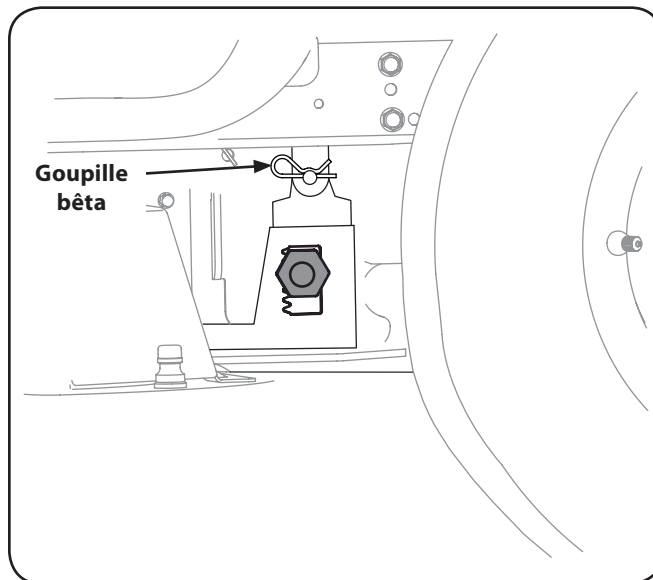

Figure 7-5
5. Retirez les goupilles bêta des quatre supports de réglage de levage du plateau. Consultez la figure 7-5.